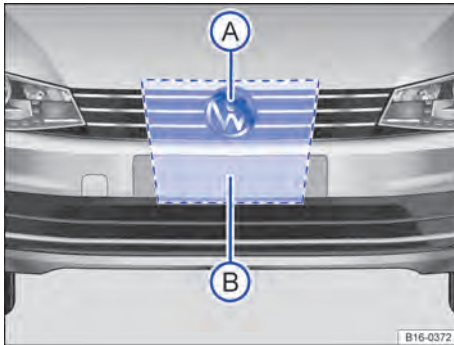

Fig. 173 Na grade do radiador, atrás do logotipo da Volkswagen: sensor do radar (A) e área que deve ser mantida livre em volta do sensor do radar (B).
Para a captação da situação do trânsito está instalado um sensor do radar \Rightarrow Fig. 173 (A) na grade do radiador atrás do logotipo da Volkswagen.
A área frontal e ao redor do sensor do radar \Rightarrow Fig. 173 (B) não deve ser coberta por etiquetas adesivas, faróis extras, moldura decorativa das placas de licença ou coisas semelhantes, porque isso pode comprometer a função do ACC.